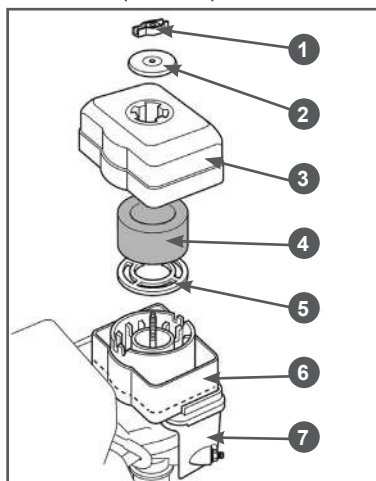

Рис. 31 Обслуживание воздушного фильтра
1. Открутите гайку 1, снимите шайбу 2 и крышку 3 воздушного фильтра (Рис. 31).
2. Извлеките из крышки 3 воздушного фильтра поролоновый фильтрующий элемент 4 (Рис. 31).
5. Снимите с опоры 7 воздушного фильтра масляную ванну 6 и слейте из нее отработанное масло (Рис. 31).
6. Произведите очистку масляной ванны 6 и крышки 3 воздушного фильтра (Рис. 31).
7. Установите масляную ванну 6 в опору 7 воздушного фильтра (Рис. 31) и залейте в нее моторное масло до отметки 1 «OIL LEVEL» на корпусе масляной ванны (Рис. 32).
8. Смочите поролоновый фильтрующий элемент 4 (Рис. 31) специальным или чистым моторным маслом, после чего излишки масла отожмите.